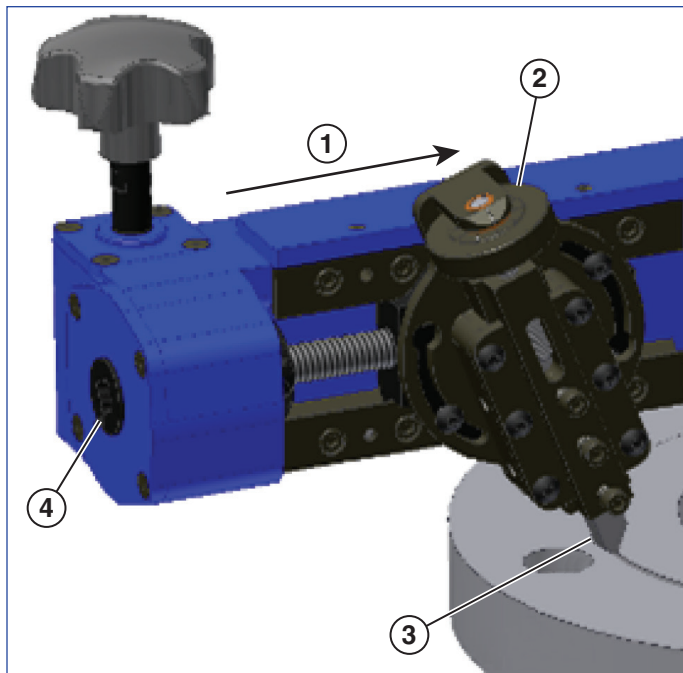

Figuur 11
2. Draai de schroeven los om de draaibare beitelslede te kantelen. De juiste beitelsledehoek ligt tussen 10 – 30 graden ten opzichte van de voedingsspindel. Zorg ervoor dat de beitelslede voldoende wordt gekanteld zodat ze over het hele oppervlak in één doorlopende bewerking kan lopen zonder te verlopen (zie figuur 11). De QuickFace snijbeweging loopt van de grootste naar de kleinste snijdiameter (an buiten naar binnen toe). Bij het snijden van flensoppervlakken met zeer kleine diameters dient de beitelsledehoek tot bijna 40 graden te worden ingesteld. Zet de schroeven van de draaibare beitelslede vast.